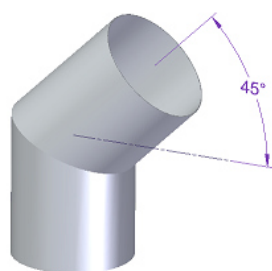

Figura 20 - Inclinação correta para as curvas
* Nas condições nominais de operação, a tiragem dos gases de combustão deve originar uma depressão de 12 Pa um metro acima do gargalo da chaminé. Para conseguir uma boa instalação deverão ser aplicados, verticalmente, pelo menos 2 metros de tubo metálico de chaminé com o mesmo diâmetro da saída de fumos da salamandra. No seguimento desse troço é admissível a utilização de elementos de tubagem com a inclinação máxima de 45°. A Figura 20 e 20 mostram a inclinação correta e incorreta no caso de necessitar instalar uma curva, respetivamente.